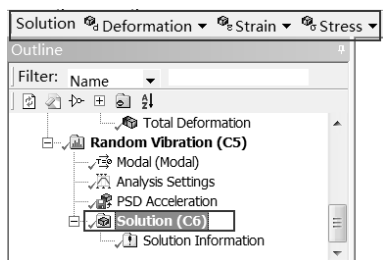

图 10-73 Solution 工具栏
Step1：选择 Mechanical 界面左侧 Outline（分析树）中的 Solution（C6）选项，此时会出现如图 10-73 所示的 Solution 工具栏。